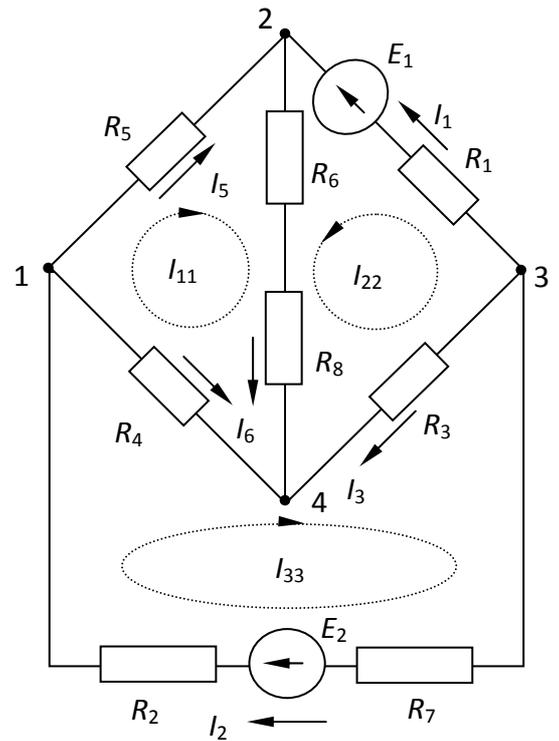

Рис. 2.1. Схема электрической цепи
Пример 2.1. Для цепи схемы (рис. 2.1), пользуясь методом контурных токов, определить токи, если известны ЭДС и номиналы всех резисторов.
Пример 2.2. Определить токи в ветвях схемы предыдущего примера (рис. 2.1), но пользуясь принципом наложения.
1. Оставим те же условно-положительные направления токов в ветвях, что и при решении задачи методом контурных токов (рис. 2.1).